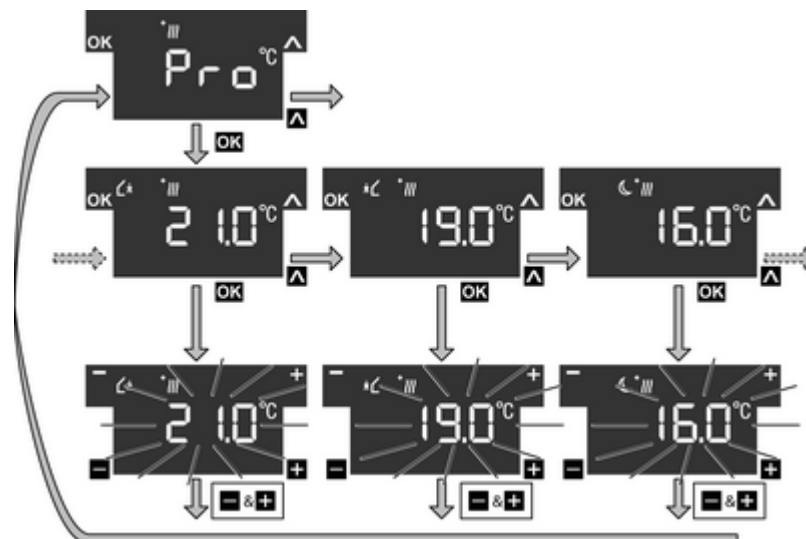

Bild 8
- Mit Sensorfläche **▲** den Menüpunkt **Pro** für den Heizbetrieb $\star///$ oder Kühlbetrieb $-///$ wählen und Sensorfläche **OK** betätigen (Bild 8).